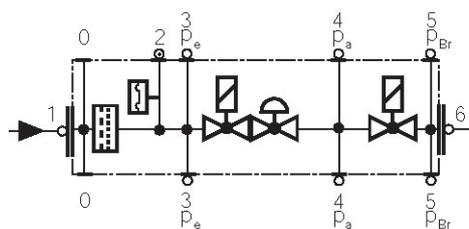

Рис. 36
- Заменяйте фильтр, если разница давления между точками 1 и 3 (Рис. 36) $\Delta p > 10$ мбар.